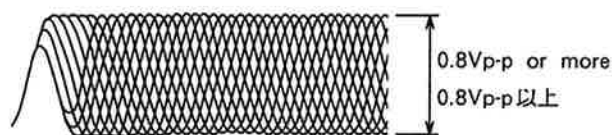

Fig. 5-8
9. Check that the RF level is 0.8 Vp-p or more using the oscilloscope. (Fig. 5-8)
9. オシロスコープにより、RF レベルが 0.8Vp-p 以上であることを確認する。(図 5-8)
10. Check that the RF level is 0.8 Vp-p or more using the oscilloscope. (Fig. 5-8)
10. オシロスコープによりRF波形が0.8Vp-p以上あることを確認する。(図5-8)